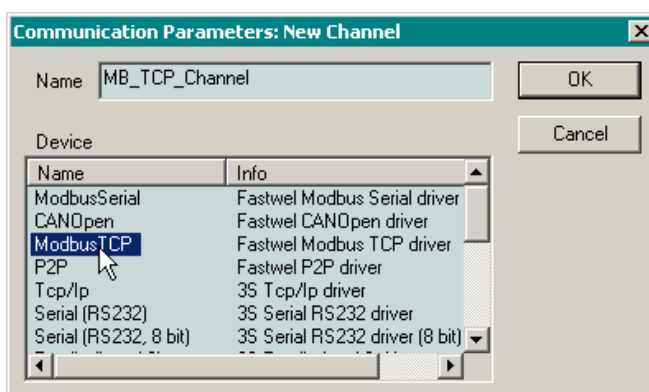
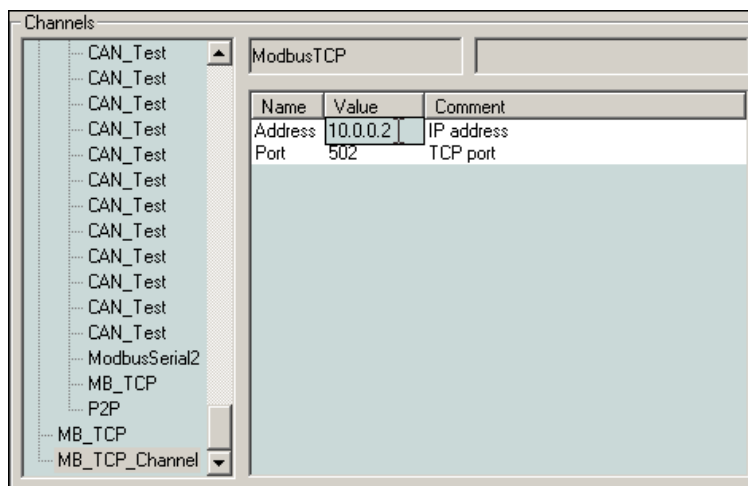

Рис. 14. Создание канала с использованием драйвера Fastwel Modbus driver
Рис. 15. Настройка параметров канала
3. Для создания логического информационного канала нажмите кнопку **New** и в появившейся диалоговой панели введите имя создаваемого канала, а в списке **Device** выберите строку *ModbusTCP: Fastwel Modbus TCP driver*, как показано на рис. 14 и закройте диалоговую панель нажатием кнопки **OK**. В древовидном списке **Channels** диалоговой панели **Communication Parameters** появится элемент, соответствующий созданному каналу, а в таблице параметров канала справа – параметры созданного канала, как показано на рис. 15.